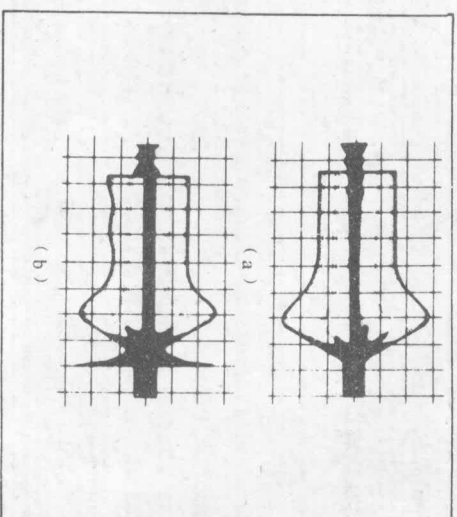
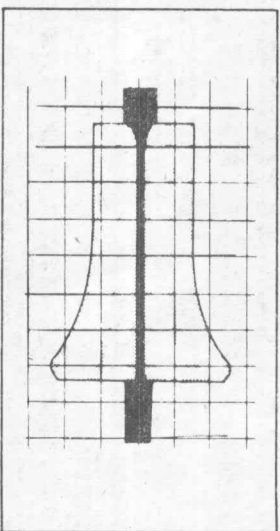
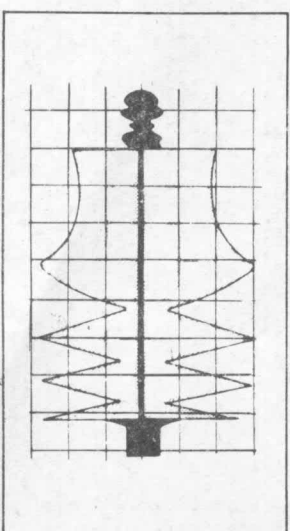

图 46
图 48
图 49
- ① 出口自由波形在图 46(a)、(b) 所示范围内时，就进行出口侧调整。
- ② 不在此项规定范围内时，应按(3)项目的步骤进行调整。
① 出口自由波形在图 46(a)、(b) 所示范围内时, 就进行此项调整。
② 出口自由波形如图 48 所示时, 就向反时针方向转动 ACE 水平调整螺钉, 直至波形在图 46(a)、(b) 所示范围内为止。
③ 出口自由波形如图 49 所示时, 就向反时针方向转动 ACE 水平调整螺钉, 以获得图 48 所示的波形, 然后再向顺时针方向转动该螺钉, 直至波形在图 46 所示范围内为止。
5) 射频输出波形如图 48 所示, 出口侧不平坦时, 应再度降低 7 号及 8 号导杆以便使其平坦。